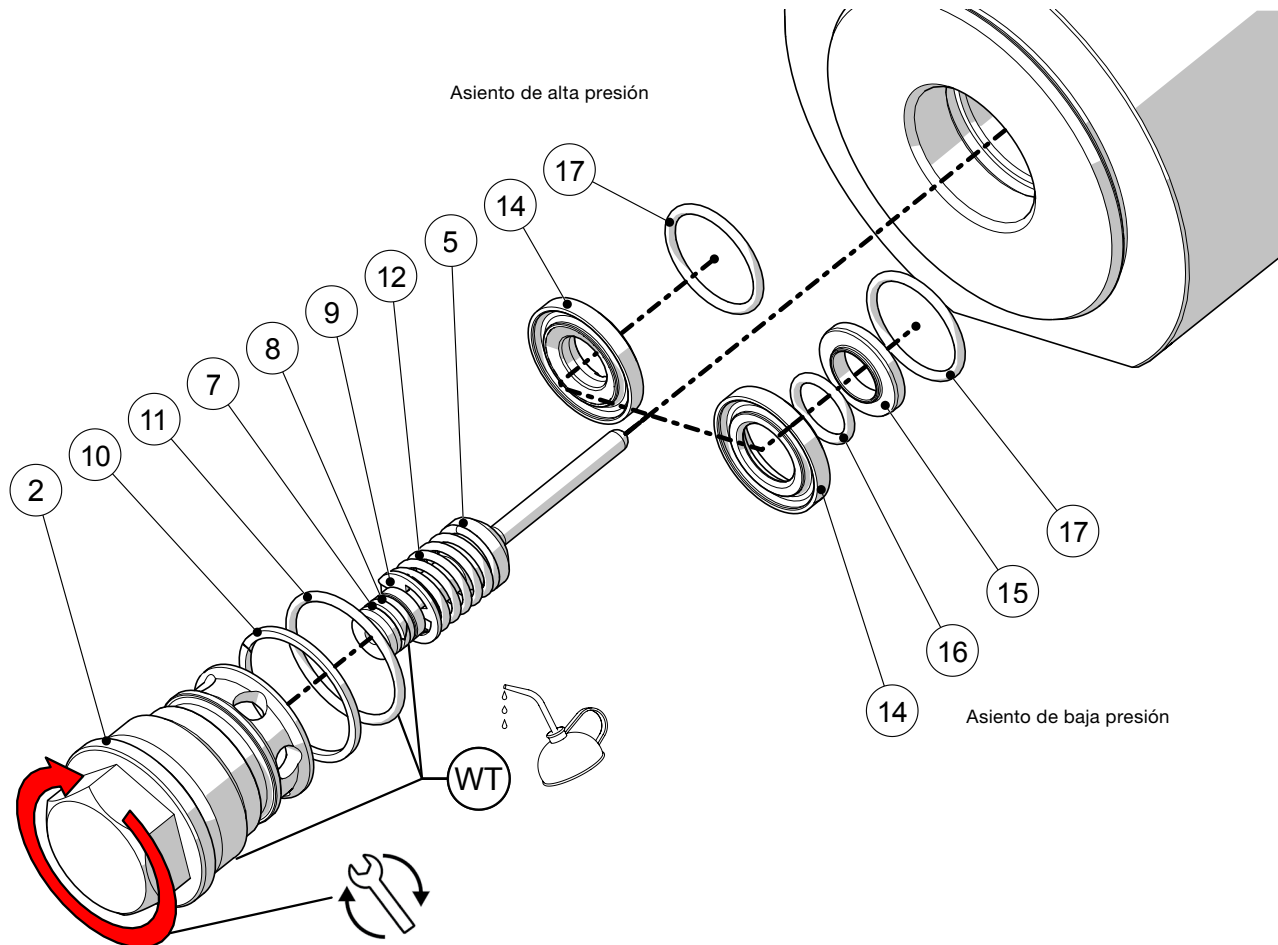

Figura 15
Vea la Figura 15.
1. Coloque el anillo soporte del tapón del cuerpo (10) y la junta tórica del tapón del cuerpo (11) en el tapón del cuerpo (2). Asegúrese de que estén correctamente ordenados, como se muestra en la Figura 15.
2. Lubrique ligeramente la junta tórica del tapón del cuerpo (11) y la rosca del tapón del cuerpo (2).
3. Lubrique ligeramente la junta tórica del obturador (8) y la zona circundante del obturador (5).
4. Introduzca completamente el ensamblaje del obturador en el tapón del cuerpo (2).
5. Para ambos tipos de asiento, instale la junta tórica del asiento (17) en el resalte de la parte posterior de la carcasa del asiento (14).
6. Para asientos de baja presión, introduzca la junta tórica (16) y el inserto del asiento de baja presión (15) en la carcasa del asiento (14).
7. Instale el ensamblaje del asiento en el cuerpo asegurándose de que la junta tórica del asiento (17) está orientada hacia el cuerpo (4).
9. Apriete el tapón del cuerpo (2) según la tabla siguiente.